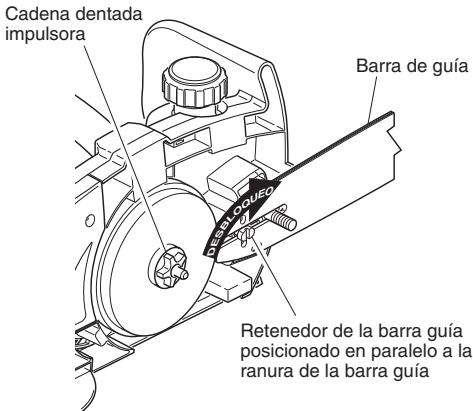

Figura 4 - Desbloqueo del retenedor de la barra guía
3. Guíe el retenedor de la barra guía de manera que esté posicionada en paralelo a la ranura de la barra guía (vea la Figura 4).
4. Instale la barra guía sobre el cuerpo de la sierra. Monte la ranura central de la barra guía sobre la tuerca y el retenedor de la barra guía. **Nota:** Asegúrese que el cabezal del retenedor de la barra guía se deslice por la ranura de la barra guía como se muestra en la Figura 4.